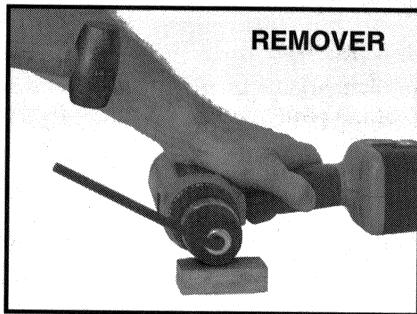

Fig. 9
5. Ponga la parte corta de una llave Allen (hexagonal) (1/4" o más grande) dentro del mandril. Alinee los lados llanos con las mordazas y apriete bien el mandril. Con el mandril en una superficie sólida, coloque la llave hexagonal a la izquierda (vea Fig. 9) y golpéela con un martillo para aflojar el mandril. Para quitar el mandril, gírelo en el sentido contrario a las manecillas del reloj.